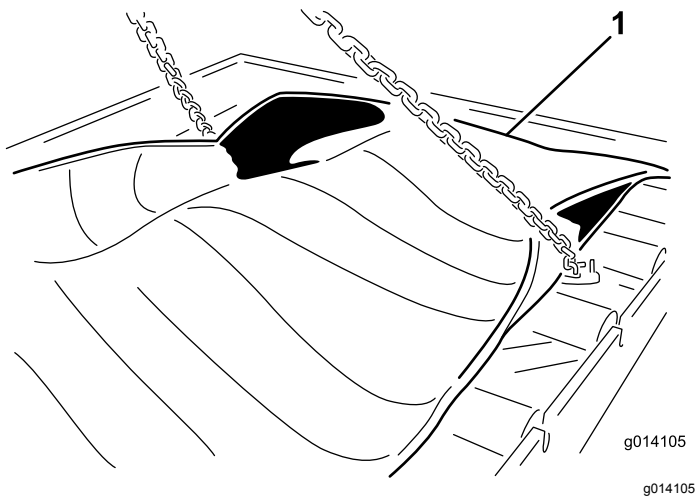

Рисунок 60
23. Отверните 24 болта крепления съемного блока (Рисунок 60).